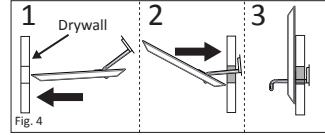

Fig. 4
12. Once the bar is completely inside the wall, pull outward/back on the flange and ensure the bar tilts upward behind the wall and straightens upright. The bar should be resting on the back side of the wall and pointing upward with the longest side at the top. (see Figure 4).
12. Une fois la barre complètement insérée dans le mur, tirez la collerette vers l'extérieur/l'arrière et assurez-vous que la barre se redresse puis se stabilise à la verticale derrière le mur. La barre doit s'appuyer à l'arrière du mur en pointant vers le haut, sa partie la plus longue au sommet. (Fig. 4)